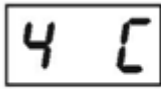
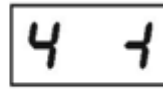

图7
图8
(4) 显示图 7 或图 8：为选择输出对应信号。长按 SET 键 3 秒，最后位闪烁，这时可短按 SET 键选择。长按 SET 键 3 秒，不闪烁。短按 SET 键，进入下一个选择。
选择图 7：显示值和反馈信号输出（J1）对应阀杆位置。阀门最小或最大开度的设置将影响阀门阀杆的最小或最大位置，显示值和反馈信号输出（J1 的 F）将对应阀杆位置。
选择图 8：显示值和反馈信号输出（J1）对应输入信号。不管阀门最小或最大开度如何设置，阀门走到位时，显示值和反馈信号输出（J1 的 F）与输入信号都是相同的。